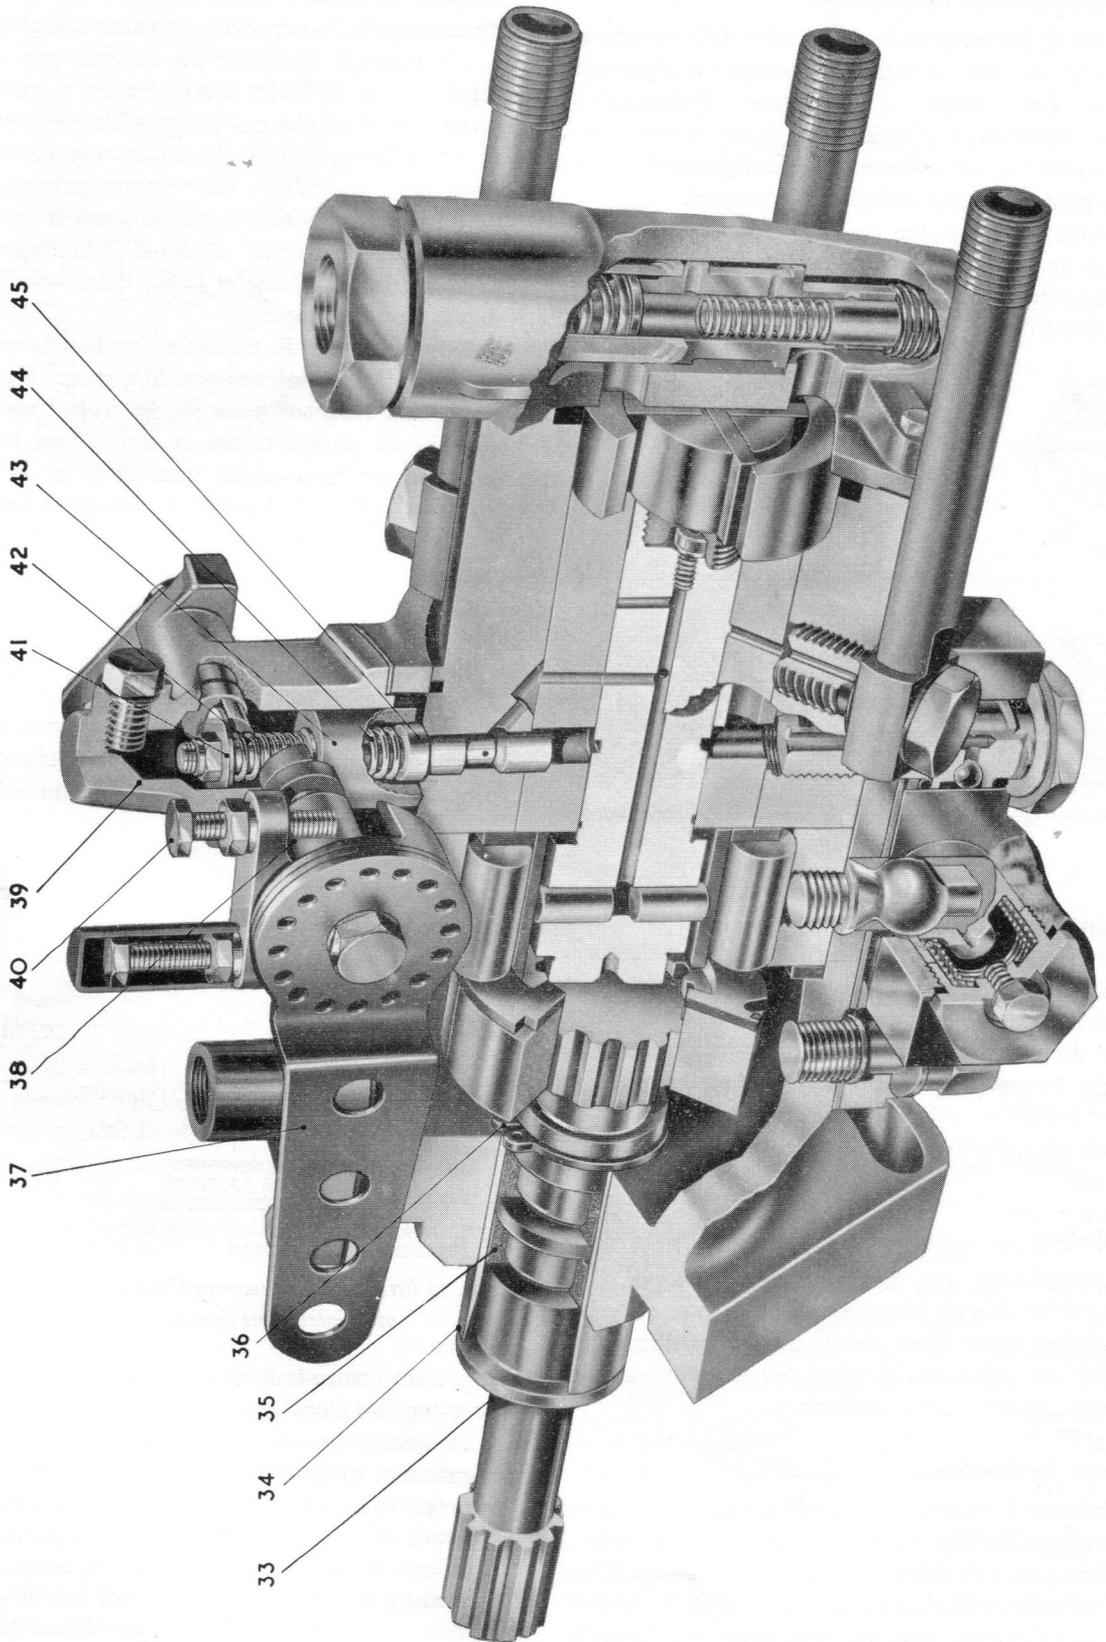

Fig. 16 Pompe à régulateur hydraulique à montage réversible équipée d'un dispositif d'avance
L'arbre cannelé (33, Fig. 16) est logé dans un fourreau pilote (34), emmanché dans le corps de pompe. L'extrémité interne de l'arbre s'engage dans le plateau d'entraînement du rotor de pompage et de distribution. L'extrémité externe de l'arbre est positionnée par un épaulement portant sur le fourreau pilote et est retenue par un circlip (36). Deux joints (35), placés dans les gorges de l'arbre assurent l'étanchéité.
Le mouvement du régulateur est obtenu par la pression de transfert du gasoil arrivant de la gorge (Fig. 16) du rotor de pompe. Le gasoil passe par les trous transversaux de la soupape de dosage creuse et arrive dans la gorge de la soupape. Le mouvement transversal de la soupape fait varier la surface de l'orifice de dosage et cet orifice communique avec la tête hydraulique par l'intermédiaire d'un perçage diagonal. La surface effective de dosage est la surface de l'orifice découverte par le bord inférieur de la gorge de la soupape de dosage.
Lorsque le levier d'accélération (37, Fig. 16) est actionné dans le sens d'accroissement de vitesse, la soupape de dosage est repoussée vers le bas en position ouverte par le ressort de régulateur (44). La pression de transfert augmente proportionnellement à la vitesse du moteur et la soupape est
plateau de réglage, monté entre le plateau d'arrêt extérieur et le levier d'accélération, permet d'absorber les variations de tringlerie et le levier peut être monté tout autour du plateau à des intervalles de $1^\circ 30'$. Les butées de ralenti et de vitesse maximale sont extérieures, de chaque côté du carter d'accélération. Sur de nombreuses pompes, le plateau d'arrêt est brasé sur l'axe pour éviter le jeu circonferentiel. Une autre variation mineure est constituée par un manchon de commande plus long équipé d'une cuvette de ressort plus simple (45, Fig. 16).